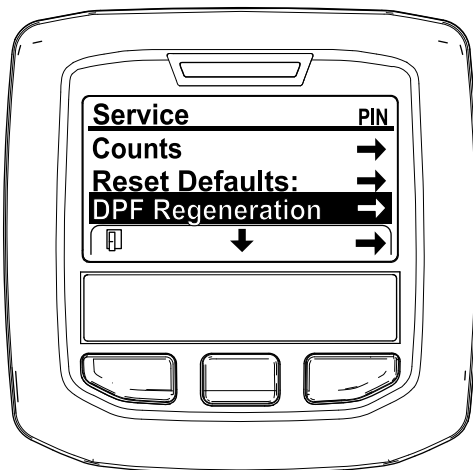

Figura 46
- En el menú SERVICE (Servicio), pulse el botón del medio hasta que aparezcan las opciones de DPF REGENERATION (Regeneración de DPF) y pulse el botón derecho para seleccionar la opción DPF REGENERATION (Regeneración de DPF) (Figura 46).